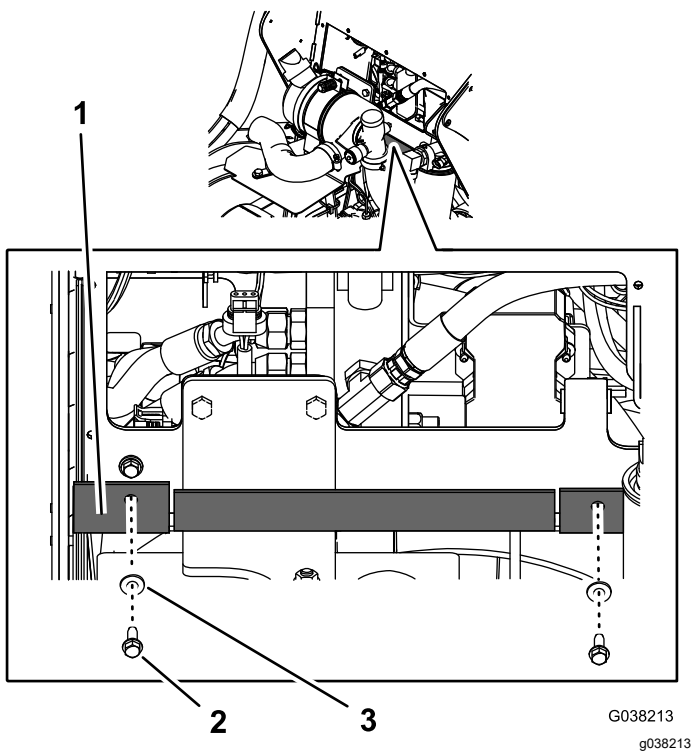

Bild 34
1. Richten Sie die Löcher in der Ablenkplatte aus Gummi (Bild 34) mit den Löchern im Boden des Bedienfeldrahmens aus.